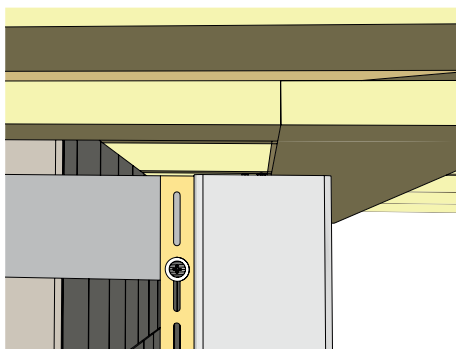
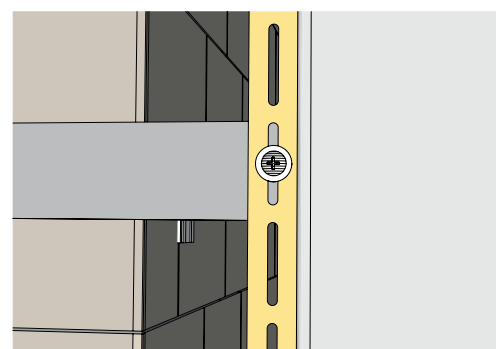

Рисунок 17
Рисунок 18
- 6.4** Все вертикально монтируемые элементы (виниловый сайдинг, доборные элементы) вывешиваются во второе — третье перфорационное отверстие на саморез/зы. Это единственный саморез, который вкручивается в верхний край перфорационного отверстия (рис. 17), остальные саморезы необходимо вкручивать точно в середину перфорационных отверстий (рис. 18)